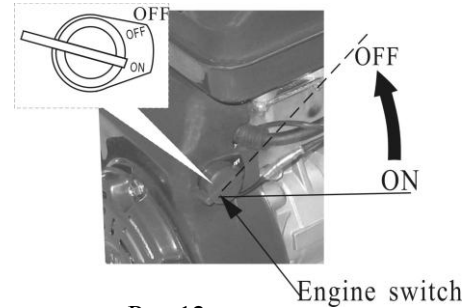

Рис.12 Engine switch
2. Поставьте выключатель двигателя в положение OFF (Рис. 12).